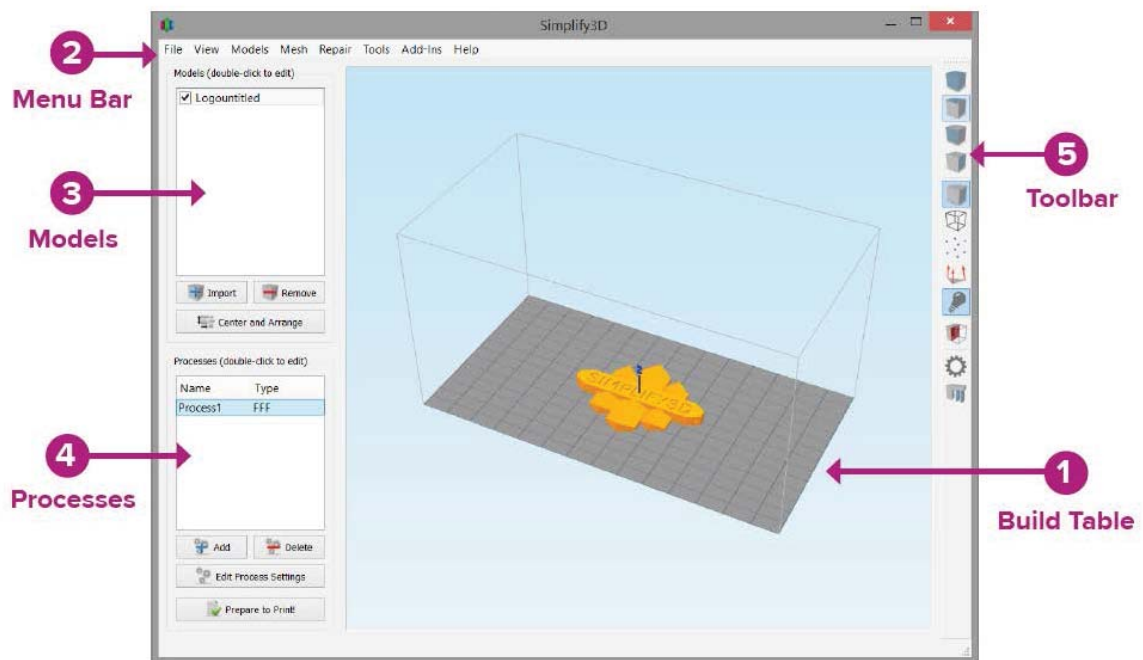

Fig. 5
5. Bara de comanda denumita Toolbar aflata in partea dreapta a programului prezinta o serie de butoane de acces folosite in mod frecvent catre diferite comenzi. In cadrul acestei ferestre intalnim comenzi precum: miscarea pisei pe diferite directii, schimarea scarii piesei (initial fiind la scara 1:1), vizualizarea piesei din diferite plane (ex: planul XY, planul ZX, etc) vizualizarea piesei sub alta forma (ex: Wireframe, Point Cloud , etc)[fig. 5][7].